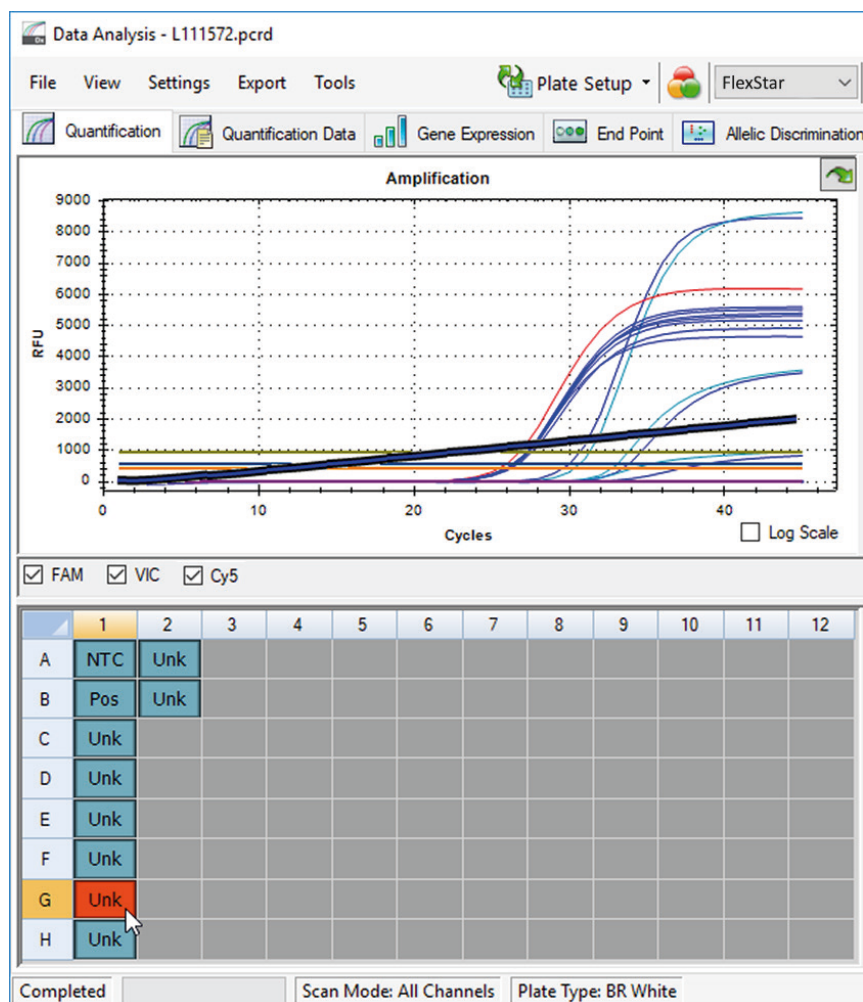

Figura 6: Ejemplo de ventana Data Analysis (análisis de datos): señal de PCR irregular
2. Identifique pocillos con señales de PCR irregulares (aumento de señal lineal, picos de señal, etc.) en cualquiera de los canales de detección de FAM™ (CT objetivo), VIC™ (IC), ROX™ (NG *opa* objetivo) o Cy5 (NG *porA* objetivo) (consulte la figura 6).